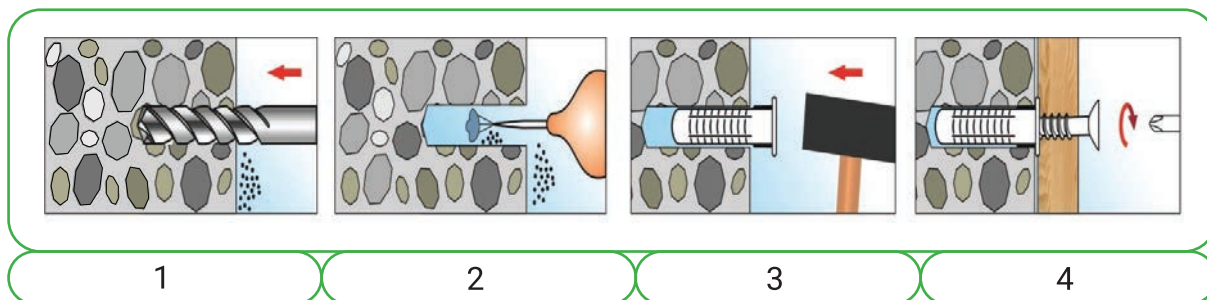

Рисунок 54. Последовательность установки крепежа на бетонную стену.
б) для бетонной стены крепеж устанавливается так же, как и для кирпичной стены. При работе с бетонной стеной необходимо очищать от цементной пыли (песка) отверстие (2) (рис. 54).